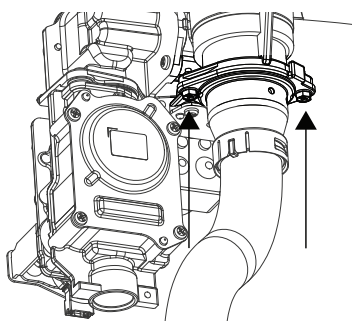

Fig. 3
4. Rimuovere le 2 viti che fissano la tubazione di presa d'aria interna e rimuovere quest'ultima (Fig. 3).